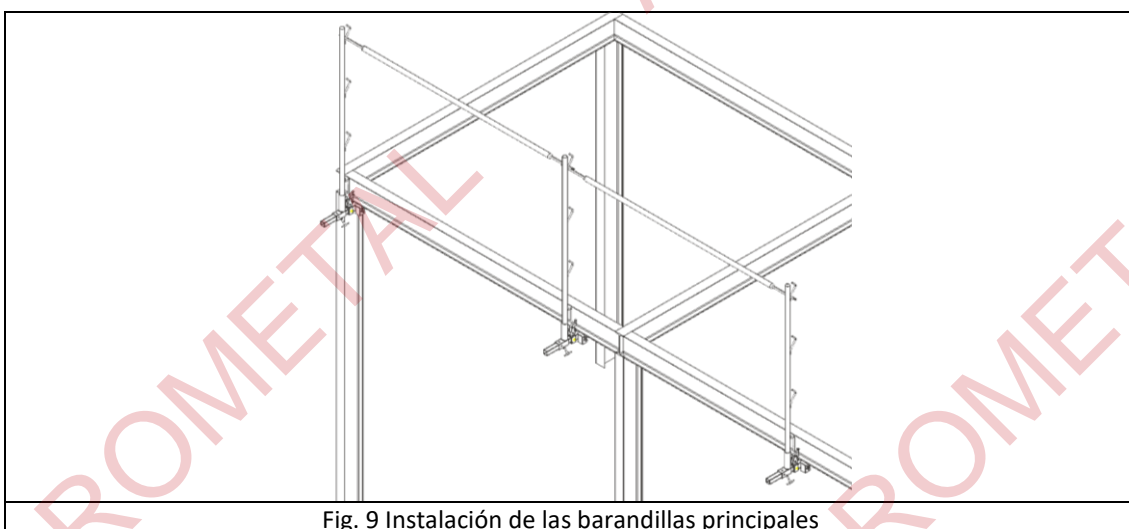
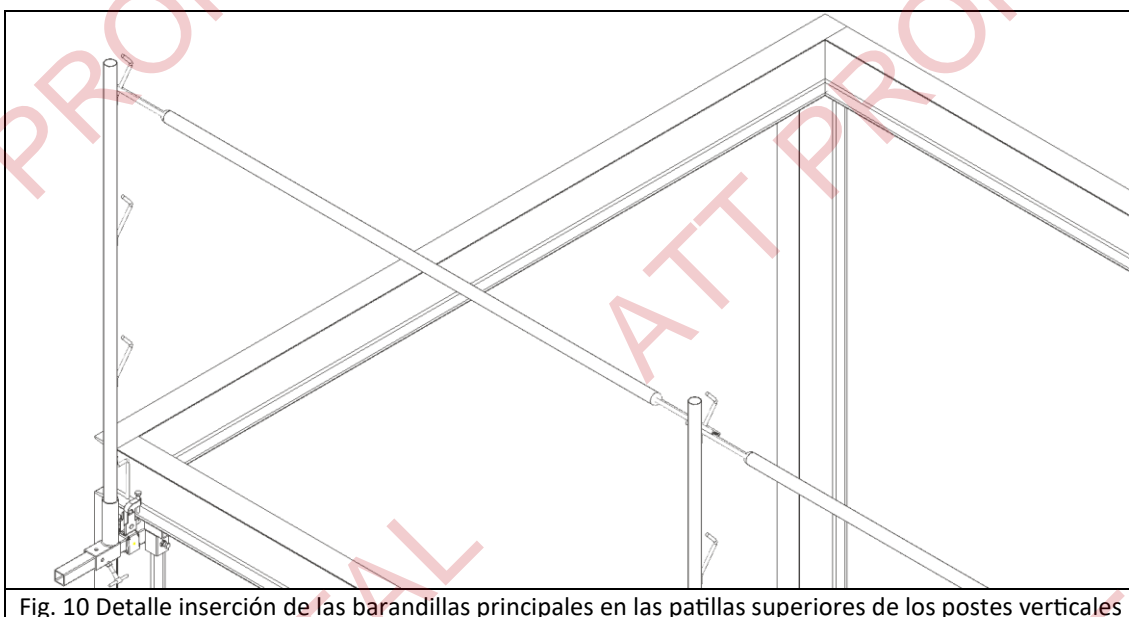

Fig. 9 Instalación de las barandillas principales
Fig. 10 Detalle inserción de las barandillas principales en las patillas superiores de los postes verticales
5. Con los postes verticales correctamente colocados en las diferentes AL4, se procederá a instalar las barandillas principales (Fig. 9). Para ello se insertarán en las patillas superiores de los postes verticales, asegurándose de que queden firmemente sujetas en los postes de 1200, 1500 o 1700 mm de altura (Fig. 10).